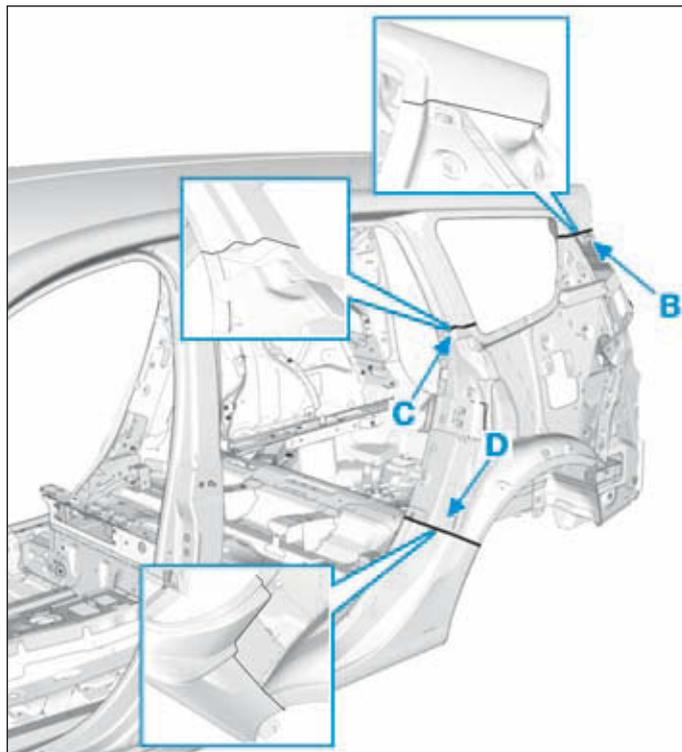

FIG.126
- Tenir compte du détail de coupe (Fig.126).